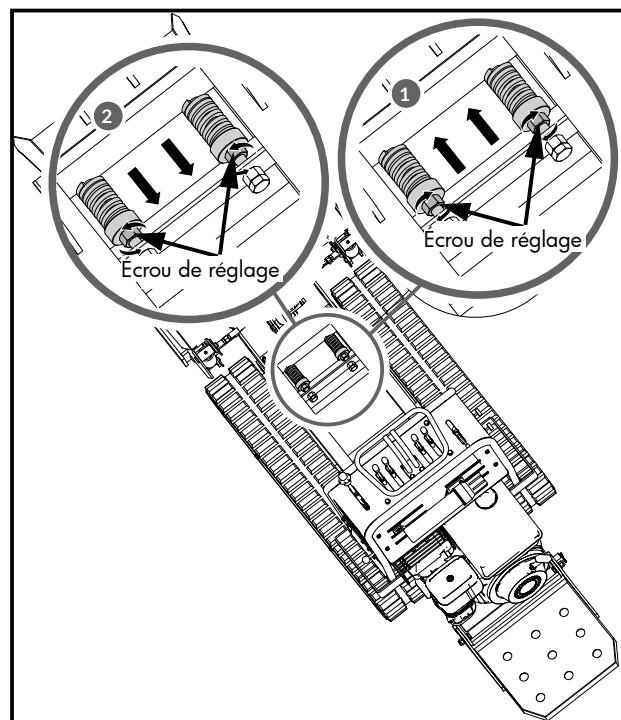

Figure 19
2. S'il y a trop de débattement, tournez l'écrou de réglage dans le sens inverse des aiguilles d'une montre, comme illustré sur la figure 19 (1), jusqu'à ce que la tension de la chenille soit correcte.
3. Si le débattement est insuffisant, tournez l'écrou de réglage dans le sens des aiguilles d'une montre, comme illustré sur la figure 19 (2), jusqu'à ce que la tension de la chenille soit correcte.